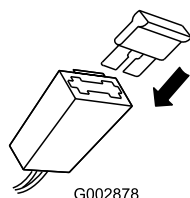

Рисунок 8
2. Вставьте предохранитель (из пакета с запасными деталями) в держатель предохранителя (Рисунок 8).